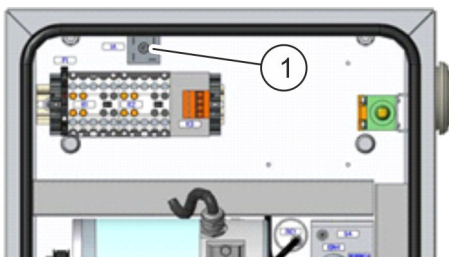

Abb. 21: Gleichrichter austauschen
3. ▶ Kabelsteckverbindungen am Gleichrichter (Abb. 21/1) einzeln trennen und markieren sowie lagerichtig wieder auf den neuen Gleichrichter aufstecken.
4. ▶ Defekten Gleichrichter ausbauen. Dazu die Sechskantschraube M5x8 (Abb. 21/1) lösen.